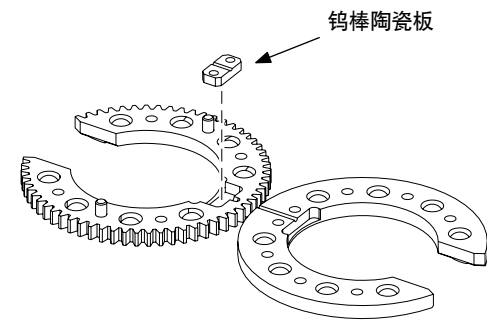

图 42 拆卸钨棒夹紧板
9. 拆下钨棒夹紧板。使用细砂布将其清理干净。参考图 42。